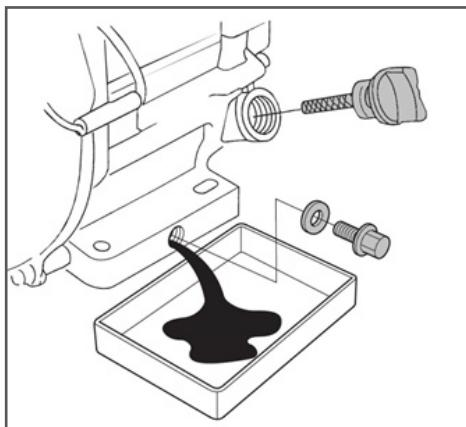

Рис. 14 Замена масла в двигателе
- Очистите от загрязнений зону вокруг маслозаливной горловины. Извлеките крышку-щуп из маслозаливной горловины (Рис. 14) и протрите щуп чистой ветошью.
- Открутите пробку для слива масла и слейте отработанное масло в подготовленную для этого емкость (Рис. 14).